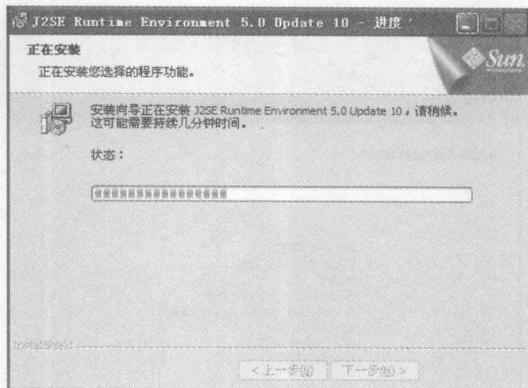

图 1-18 安装进度界面
**STEP 16** 在【J2SE Runtime 许可证】界面选择  典型安装 - 将安装所有建议的功能。选项，单击  按钮，出现如图 1-18 所示的安装进度界面。